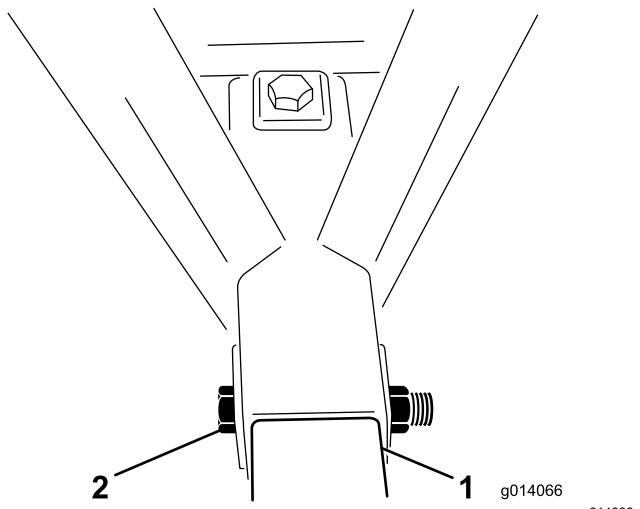

Figure 4
5. Placez un boulon (1" x 6½") dans le cadre et le tube d'attelage, et fixez-le avec un contre-écrou (Figure 4). Serrez le contre-écrou à un couple de 976 à 1 193 N·m.
6. Insérez un boulon (1" x 6½") dans le sommet du cadre et le tube d'attelage, et fixez-le avec un contre-écrou (Figure 4). Serrez le contre-écrou à un couple de 976 à 1 193 N·m.